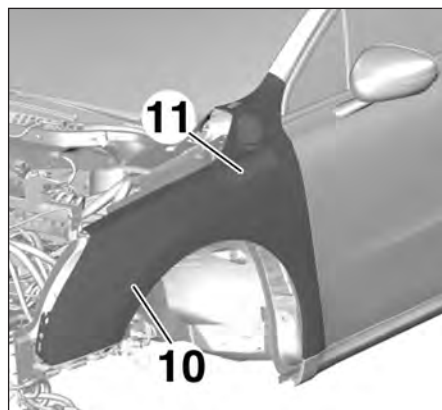

FIG.156
- Décoller l'aile (10) au niveau de l'insert (11) (Fig.156).
- Déposer l'aile (10).